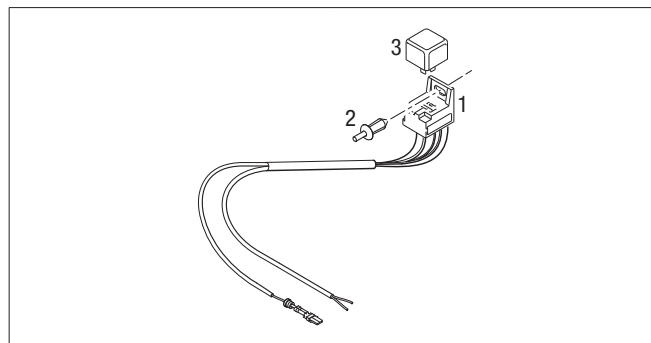

Figure 8
- Fixer le socle du relais du ventilateur (1) à un emplacement adéquat accessible avec un collier de câblage ou un rivet d'expansion (2). Pour ce faire, enfoncer l'axe du rivet d'expansion 5,5 x 12 jusqu'à ce que le socle du relais, socle des relais soit correctement logé à bloc, voir Figure 8.
- Poser le couvercle (3) sur le socle du relais.